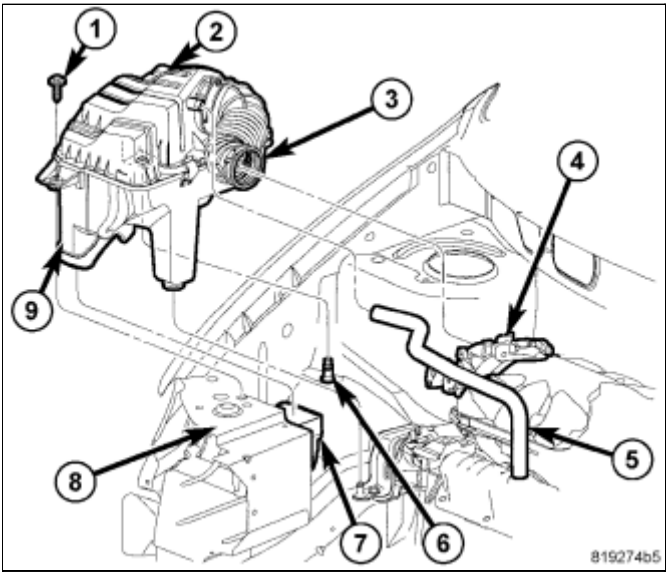

图 2 空气滤清器壳体-2.97L
- 3. 从空气滤清器盖罩断开PCV新鲜空气软管(图 2)。